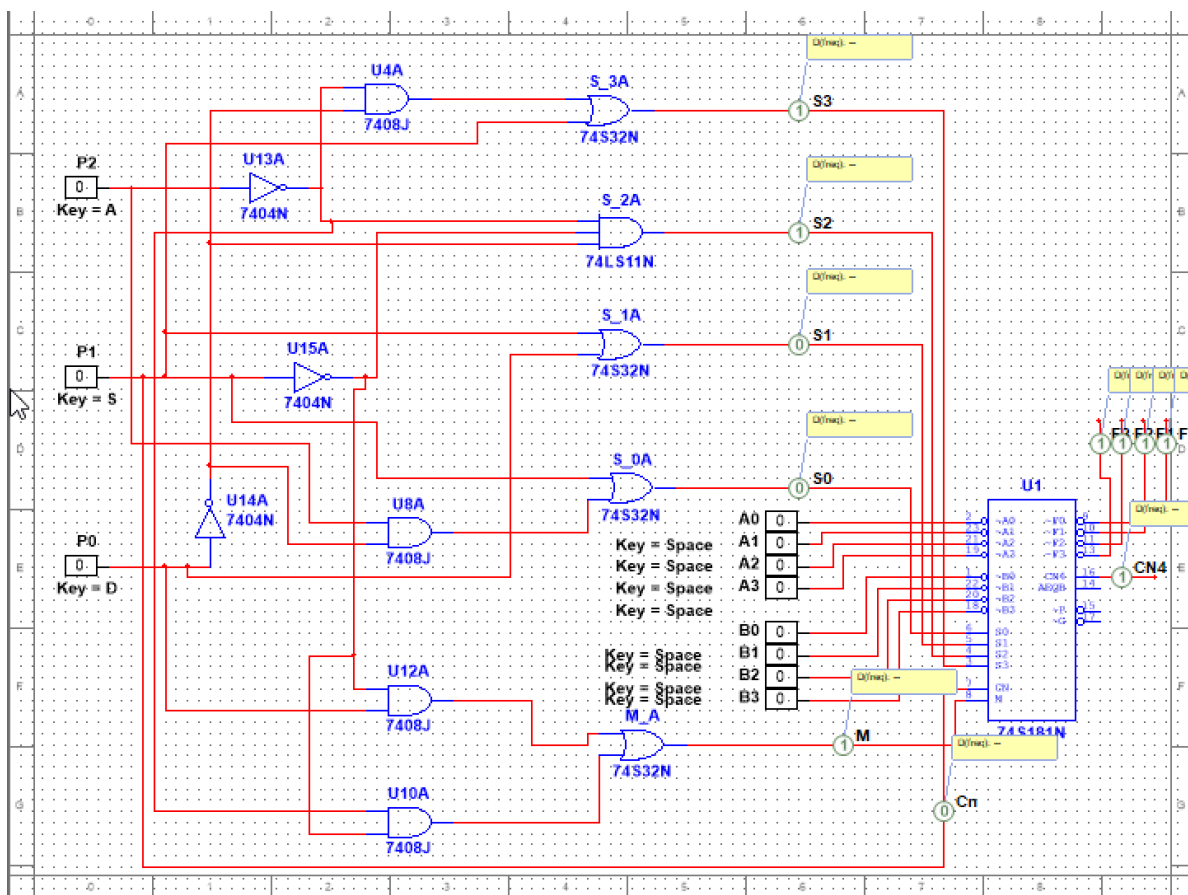

Figura 8. Prueba 1 del circuito completo
- **Prueba 1** (Figura 8):  $(P2, P1, P0) = (0, 0, 0) \rightarrow$  debe realizar la operación 1, por lo que la salida siempre será  $F = (1, 1, 1, 1)$ , independientemente de las entradas suministradas. En el caso de la Figura 8, vemos que las entradas ejemplificadas son  $A = (0000)$  y  $B = (0000)$ .